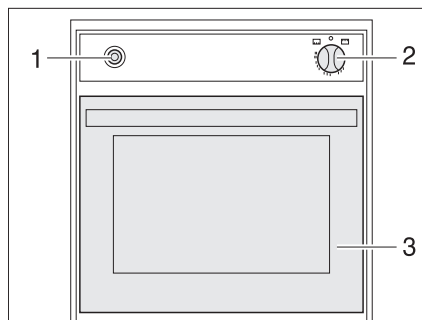

Fig. 191 Horno de gas (Spinflo)
- Abrir la puerta del horno (Fig. 191,3) completamente.
- Presionar ligeramente el regulador giratorio (Fig. 191,2) y ponerlo en "🔥" (horno) o "GRILL" (grill).
- Presionar el regulador giratorio (Fig. 191,2) y mantenerlo presionado por 5 a 10 segundos. El gas circula hacia el quemador.
- Presionar el interruptor de encendido (Fig. 191,1) tantas veces como sean necesarias para que arda la llama.
- Girar el regulador giratorio (Fig. 191,2) a "0". La llama se apaga.